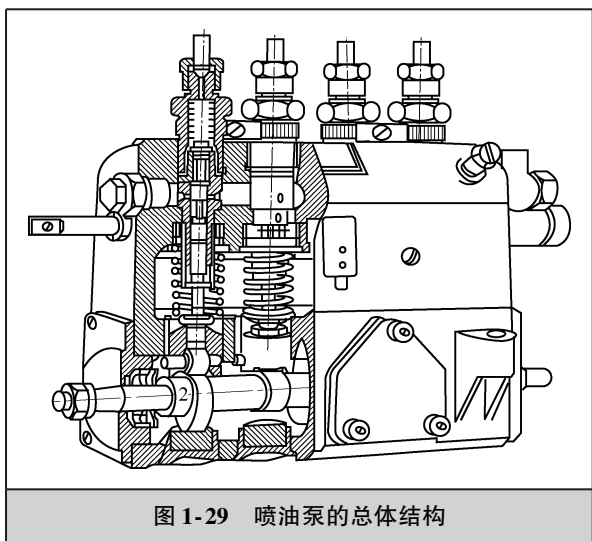
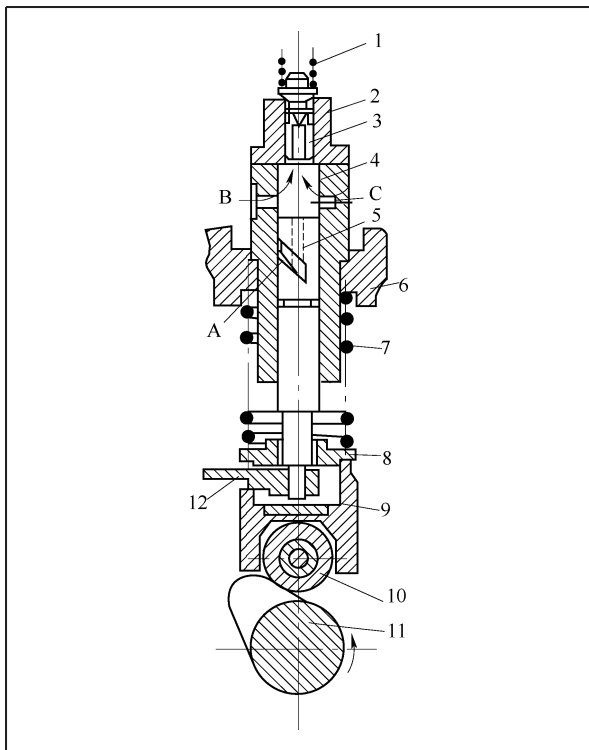

图 1-29 喷油泵的总体结构
图 1-30 柱塞式喷油泵分泵
(1) 喷油泵的作用 按发动机工作顺序供给各缸喷油器适量的高压燃油。
(2) 喷油泵的总体结构 喷油泵主要由分泵、供油传动机构、油量调节机构和泵体组成, 如图 1-29 和图 1-30 所示。
(3) 喷油泵各部件的主要作用